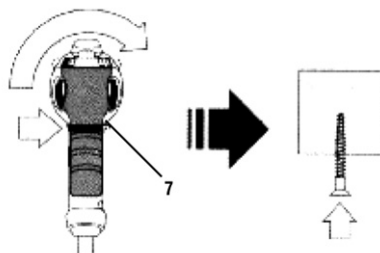

Fig. 4 – Sentido de rotación a la derecha
Para invertir el sentido de rotación del DESTORNILLADOR PFV 514 VONDER, primero es necesario que el mismo esté con el motor completamente parado, en caso contrario podrán ocurrir daños a la herramienta y estos no estarán cubiertos por la garantía. Para girar en sentido horario (atornillar), mover el “selector de reversión” (5) a la derecha, como se muestra en la fig. 4.